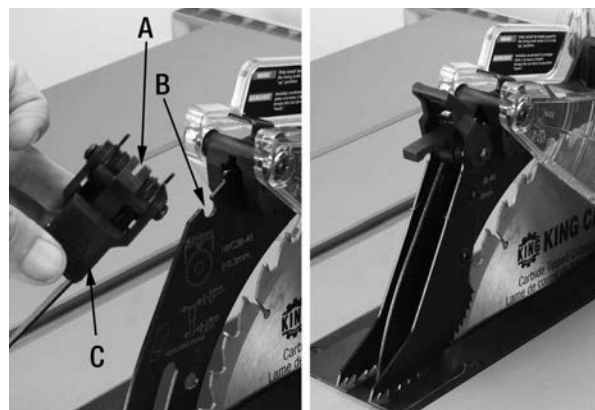

FIGURE 13
1. Alignez la fente (A) Fig.13 de l'ensemble de doigts avec la fente arrière (B) de la lame à fendre.
2. Pousser l'ensemble vers le bas et soulevez le levier (C) pour fixer l'ensemble de doigts à la lame à fendre. Soulevez l'ensemble pour vérifier s'il a été verrouillé.